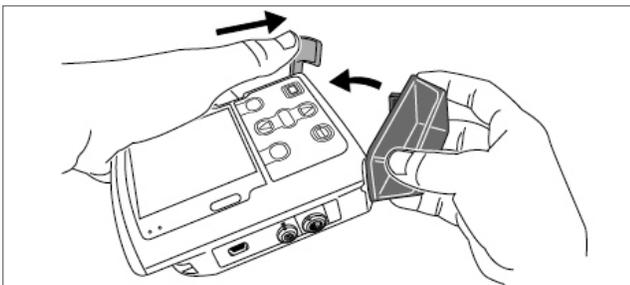

Figura 17: Quitar el casete
5. Quite y deseche el casete según las indicaciones del profesional clínico. Vea la figura 17.